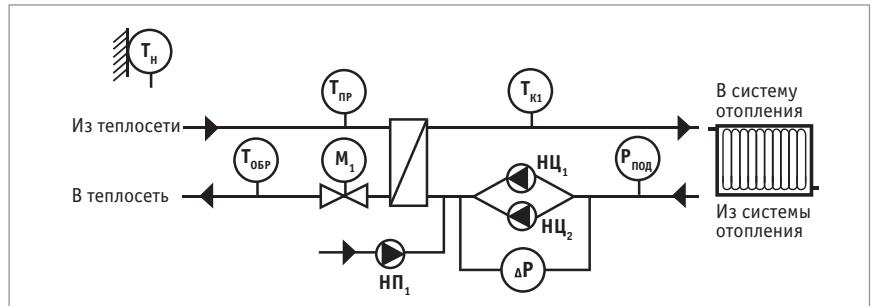

Рис. 1. Один контур отопления с циркуляционными насосами и подпиткой (схема 1)
- » схема 1, один контур отопления с циркуляционными насосами и подпиткой (рис. 1);